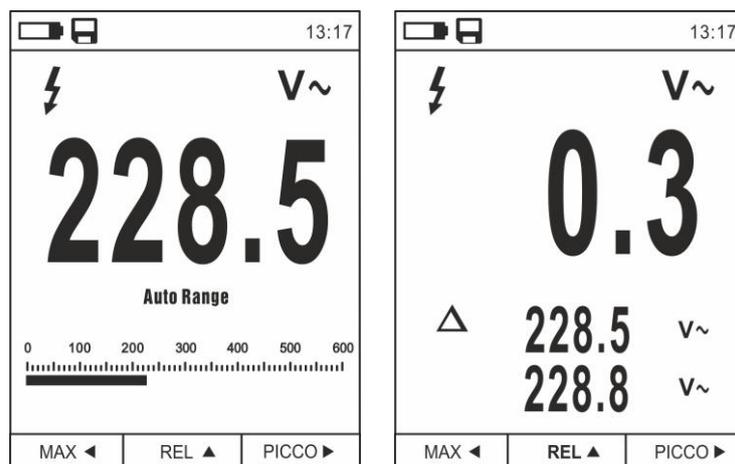

Fig. 8: Misura relativa
1. Premere il tasto **REL ▲** per entrare nella misura relativa (vedere Fig. 8 – parte destra). Lo strumento azzerà il display e salva il valore visualizzato quale valore di riferimento a cui saranno riferite le successive misure. Il simbolo “Δ” è mostrato a display. Le funzioni “MAX/MIN” e “PICCO” non sono attive in questa modalità